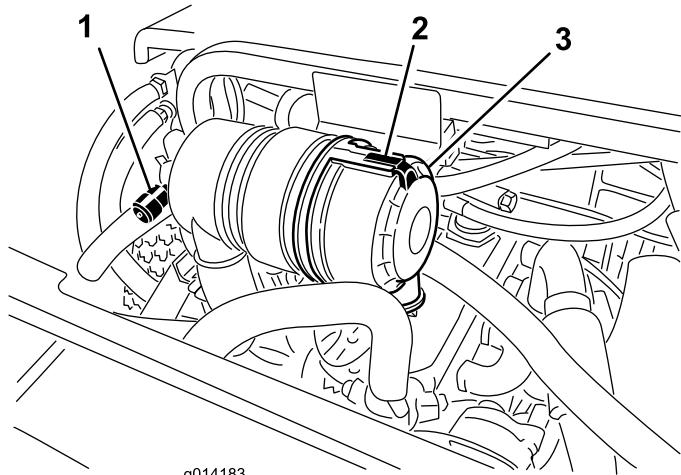

図 43
エアクリーナの整備はインジケータ（図 43）が赤色になってから行ってください。早めに整備を行っても意味がありません。むしろフィルタを外したときにエンジン内部に異物を入れてしまう危険が大きくなります。
1. エアクリーナのカバーをボディーに固定しているラッチを取り外す（図 43）。